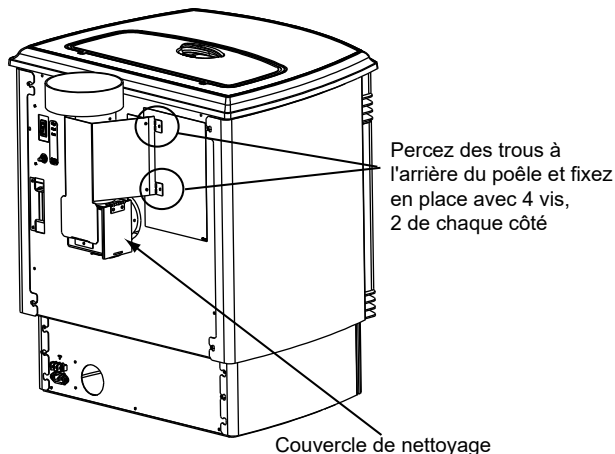

Figure 21.2
3. Percez 4 trous au moyen de la mèche n° 26 (fournie) dans la face arrière de l'appareil en utilisant l'écran extérieur comme gabarit (assurez-vous que l'assemblage soit en position verticale) (**Figure 21.2**).
7. Pour nettoyer l'adaptateur supérieur de ventilation, ouvrez le couvercle de nettoyage (**Figure 21.2**).